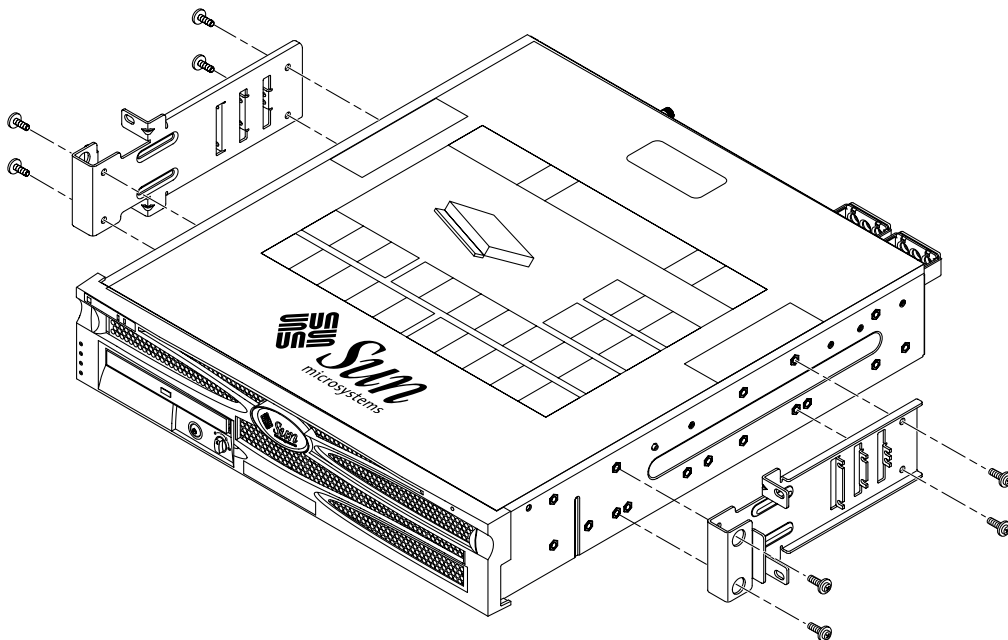

ABBILDUNG 3-31 Befestigen der Seitenwinkel seitlich am Server
2. Befestigen Sie mit vier M5 x 10-Kombi-Schrauben pro Seitenwinkel die Seitenwinkel seitlich am Server (ABBILDUNG 3-31).